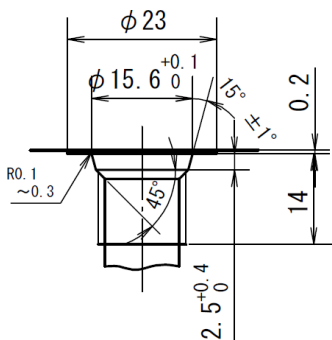

図 6-2 管用平行ねじ (G1/4) ポート形状
- 本製品の各ポートは管用平行ねじ (G) のポートを使用しています。図 6-2 を参照してください。他の規格のねじのホースコネクタを使用すると、本製品が破損し、実機の誤作動による人身事故の発生や実機が破損するおそれがあります。